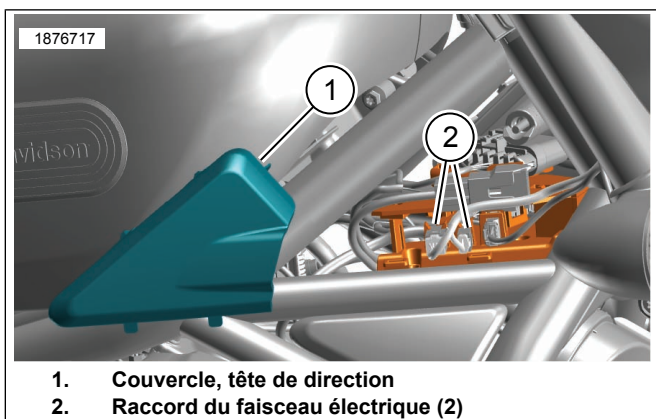

Figure 1. Retrait du couvercle de tête de direction et installation du raccord du faisceau électrique
- Installations nécessitant les raccords du faisceau électrique selon les exigences d'installation du guidon : Voir la Figure 1. Retirer le couvercle (1) et installer les raccords du faisceau électrique (2) dans le cadre du véhicule.